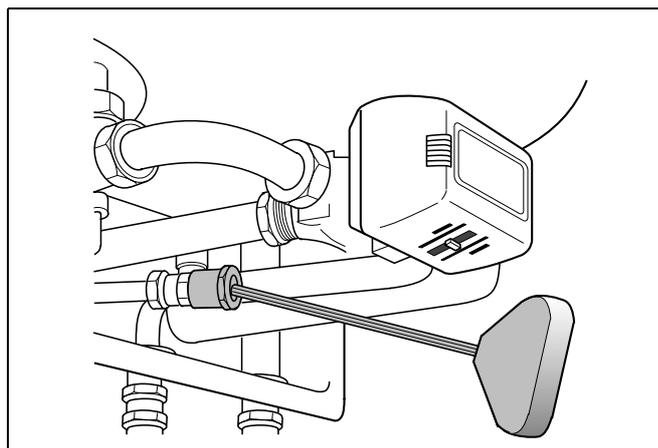

Fig. 24 Limitatore di portata dell'acqua calda
- Tarare il limitatore di portata (fig. 24) secondo la propria discrezione, ad es. su 50 °C nel modello GB112-24T25 a 6 l/min. e nel modello GB112-29T25 a 12 l/min.